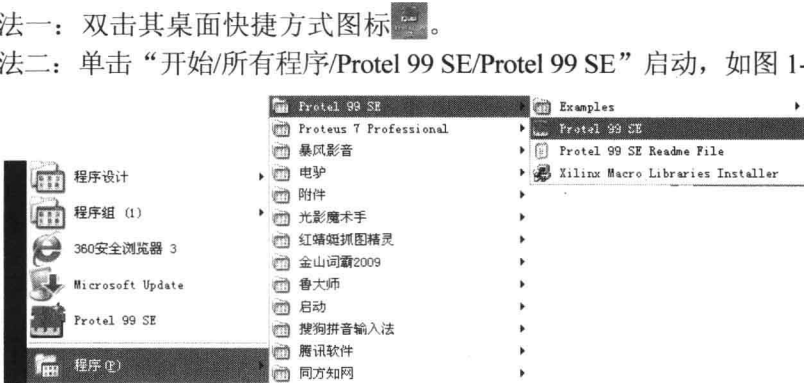

图 1-1 启动方法二
- (1) 方法一：双击其桌面快捷方式图标。
- (2) 方法二：单击“开始/所有程序/Protel 99 SE/Protel 99 SE”启动，如图 1-1 所示。